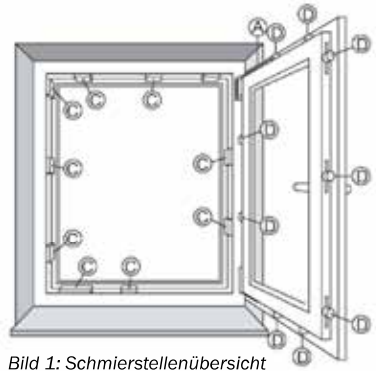

Bild 1: Schmierstellenübersicht
**Bild 1** zeigt die Anordnung der möglichen Schmierstellen.